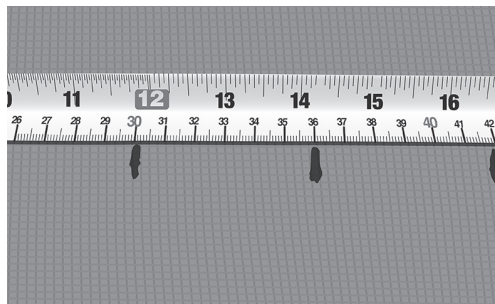

Рис. 8. Обозначение расстояния С-С на полу
7. Отметьте рассчитанное расстояние С-С на поверхности пола (рис. 8).